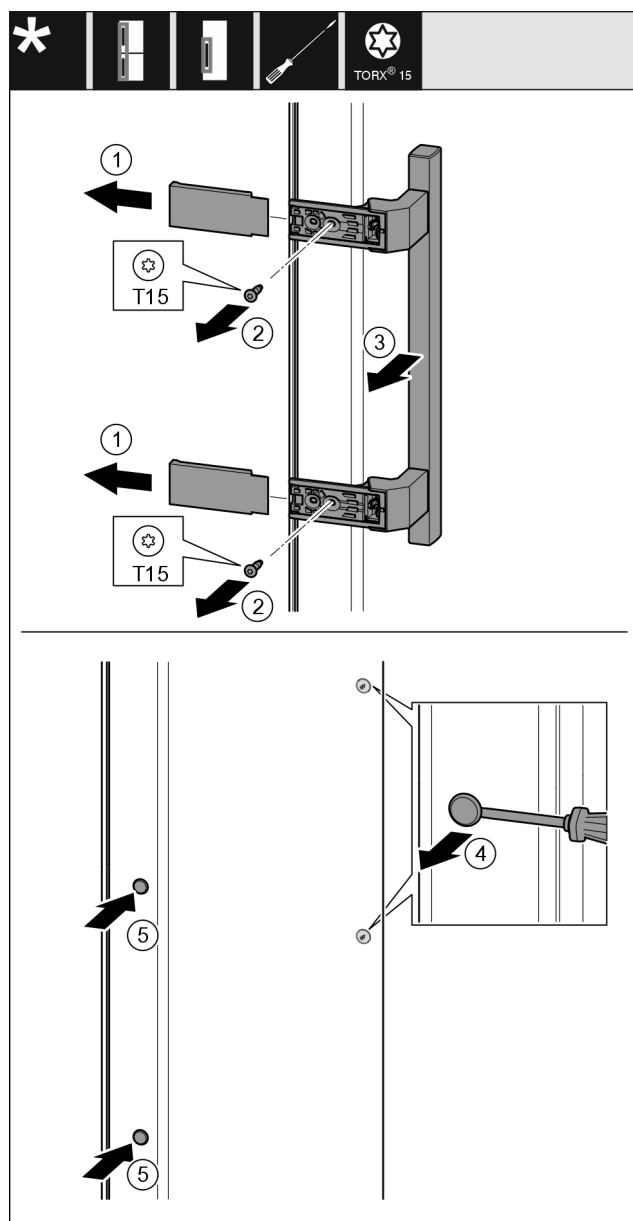

Fig. 19
- Retirer le cache Fig. 19 (1).
- Retirer les vis Fig. 19 (2) avec un tournevis.
- Retirer la poignée Fig. 19 (3).
- Soulever et retirer avec précaution le cache latéral Fig. 19 (4) avec un tournevis plat.
- Remplacer le cache Fig. 19 (5) de l'autre côté.